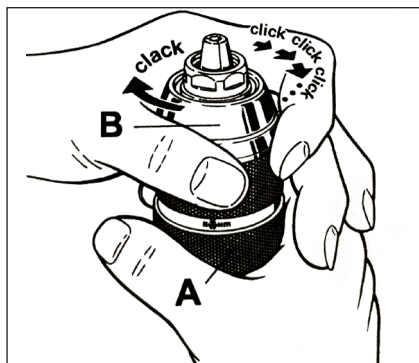

Figura 3: Operando el mandril
- Para taladros equipados con mandriles sin enchavetar de doble manguito, agarre los manguitos A y B y gire el B hacia la izquierda para aflojar las mordazas del mandril y hacia la derecha para apretarlas (ver la figura 3). Inserte el accesorio 2 cm (3/4 de pulgada) aproximadamente en el mandril y apriételo bien girando el manguito B hacia la derecha hasta que oiga un chasquido. La broca estará bien sujeta después de un giro considerable y cuando no oiga más chasquidos del mandril.